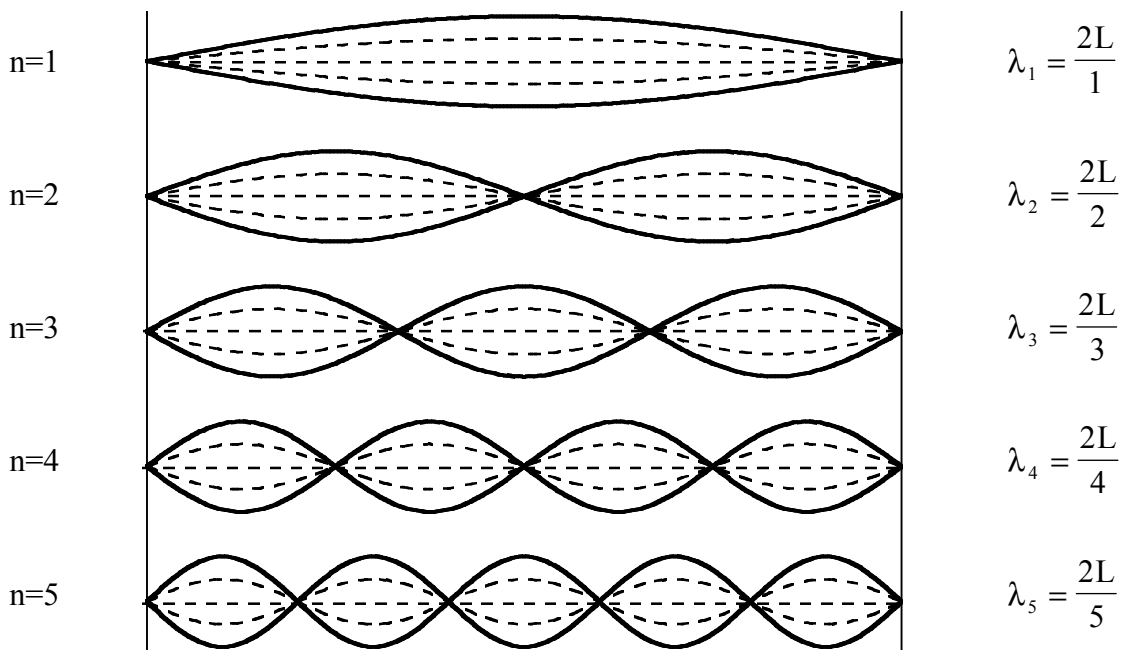

Figure 4.- Ondes stationnaires dans une corde fixée à ses deux extrémités.
- 1) En fixant la longueur de la corde L à 50 cm et en variant la fréquence f , chercher tout d'abord à reconnaître la vibration fondamentale ($n=1$) et ses harmoniques ($n>1$) comme montré sur la figure 4. Lorsque le détecteur est bien positionné, l'oscilloscope permet de repérer l'établissement d'ondes stationnaires.